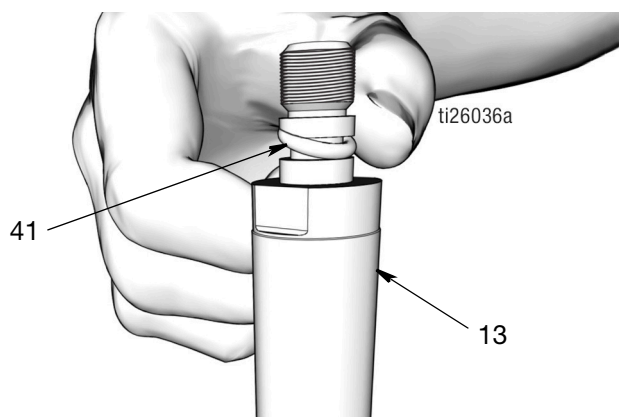

FIG. 46
- Utiliser un chiffon propre pour essuyer la tige de piston (13) et le piston (6) et supprimer toute saleté ou tout contaminant. Examiner les surfaces et rechercher d'éventuels rayures ou dégâts. Remplacer les pièces endommagées.
- Appliquer une mince couche de graisse sur le joint torique (41). Mettre le joint torique sur les gorges de la tige de piston (13) (FIG. 46).